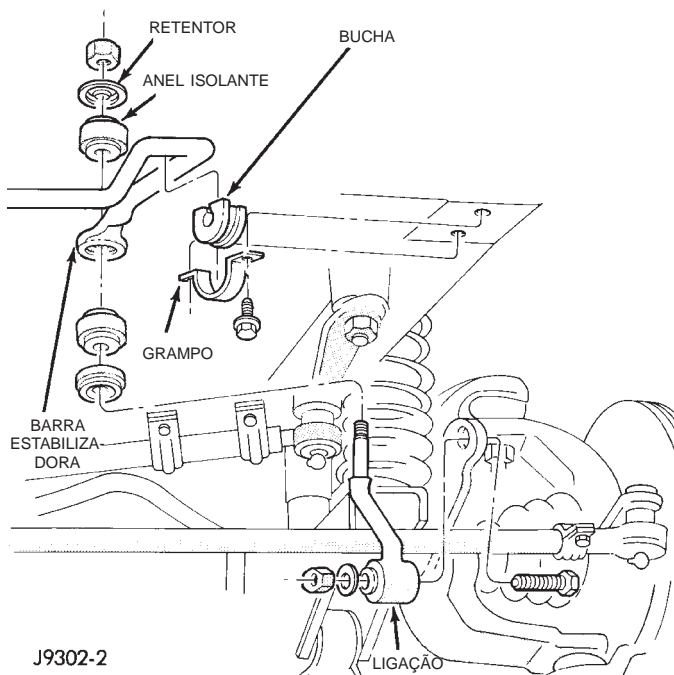

Fig. 6 Barra Estabilizadora (LHD - direção do lado esquerdo)
- (1) Levante e suporte o veículo.
- (2) Desconecte as ligações da barra estabilizadora dos suportes do eixo (Fig. 6).